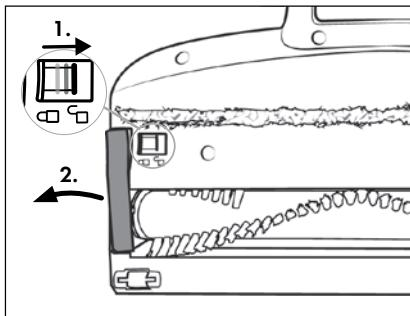

Fig. 29
- Nettoyez régulièrement le rouleau brosse ②1 afin de garantir un fonctionnement conforme de l'appareil et d'éviter les pannes.
- 1) Retirez la brosse de sol ②2 du tube d'aspiration ④ ou de l'appareil (voir chapitre **Démontage de l'appareil**). Retournez la brosse de sol ②2.
- 2) Déverrouillez le rouleau brosse ②1 en faisant glisser le dispositif de déverrouillage du rouleau brosse ⑩ avec le doigt vers le symbole □ (ouvert). Retirez alors le support pour rouleau brosse ⑨ de la brosse de sol ②2 (voir fig. 29).